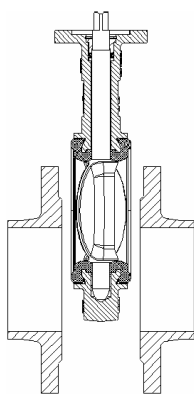

рис. 4
- заслонка устанавливается между фланцами без трудности и без повреждений футеровки (см. рис. 4). Если расстояние между фланцами недостаточное, используйте фланцевую распорку;